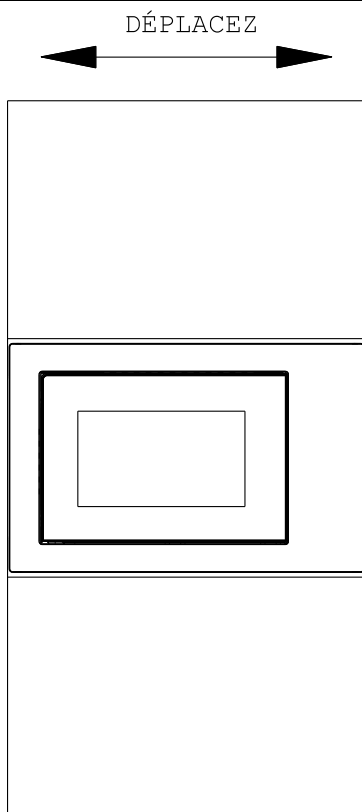

Fig. 3
c) Déplacez le produit parallèlement dans le meuble de cuisine en suivant le sens de la flèche sur la figure, et maintenez-le centré. (Fig. 3)